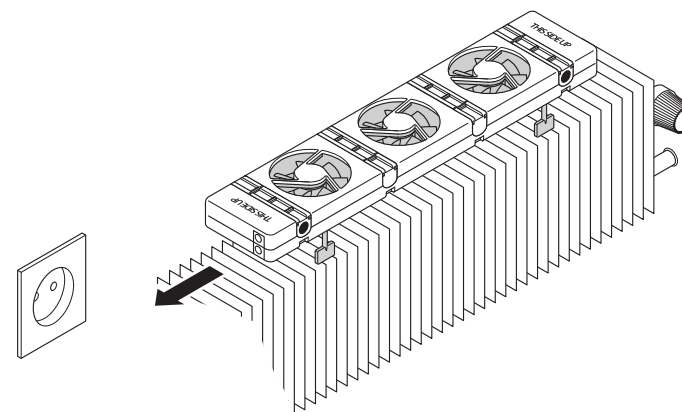

Fig. 9 – Placement du SpeedComfort (A) sur le convecteur.
2. Assurez-vous que le **SpeedComfort (A)** soit orienté vers le haut et que les **connecteurs femelles (1)** soient dirigés vers la prise électrique (voir Fig. 9).
3. Placez le **SpeedComfort (A)** sur le dessus du convecteur et laissez un espace entre les côtés du convecteur et le **SpeedComfort (A)** afin de réduire le bruit (voir Fig. 9). Si l'espace le permet, le **SpeedComfort (A)** peut également être placé au sol sous le convecteur.